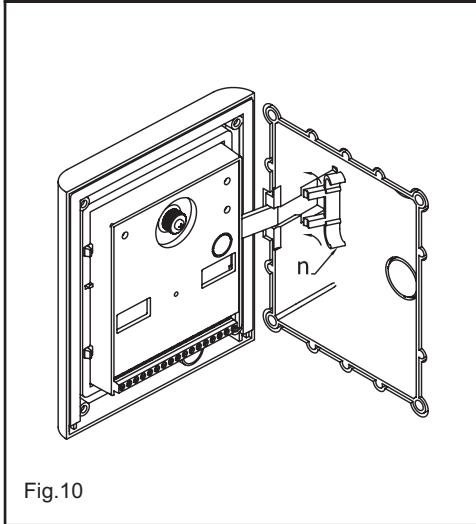

Fig.10
2. À partir du point 3, procédez de la même façon que pour une platine en saillie, sauf pour l'accrochage du crochet qui doit avoir lieu tel qu'indiqué sur la fig. 10.